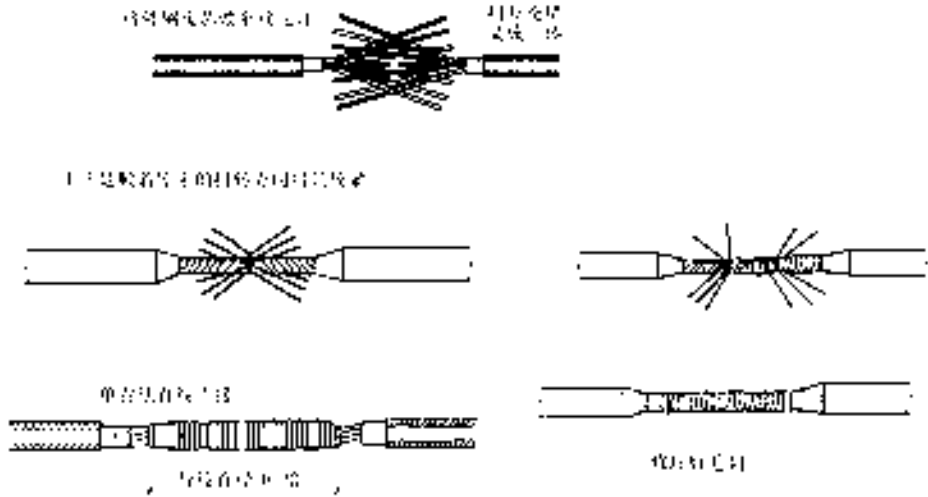

图 4-37 直接连接多芯铜线
8) 另一侧的导线依次进行。注意应把线芯相绞处排列在一条直线上, 如图 4-37 所示。